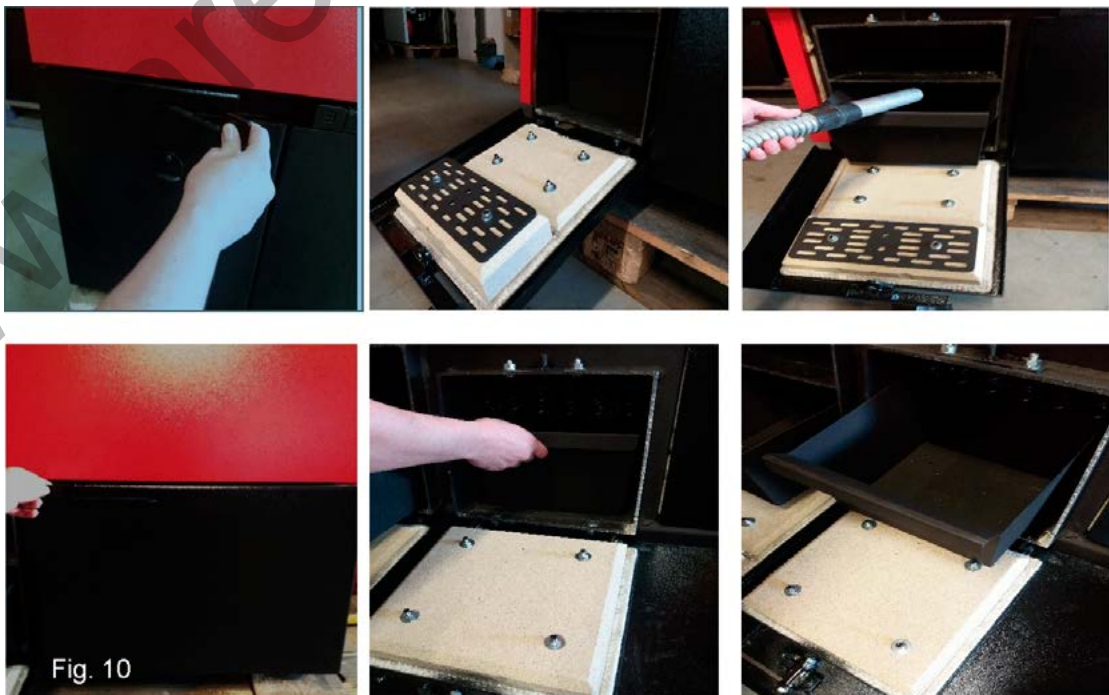

Fig. 10
- asigurați-vă că temperatura cazanului și a cenușii a revenit la nivelul temperaturii camerei. Scoateți cenușa din cazan cel puțin odată la 10 zile sau la terminarea arderii unui rezervor de peleți, fig. 10. Curățați camera de ardere și drumurile de fum cel puțin odată la 10 zile sau la terminarea arderii unui rezervor de peleți, fig. 10. Odată pe lună, deschideți ușa frontală din partea de jos a schimbătorului de căldură și de pe partea dreaptă a acestuia și curățați (aspirați) interiorul schimbătorului de căldură, fig. 10.